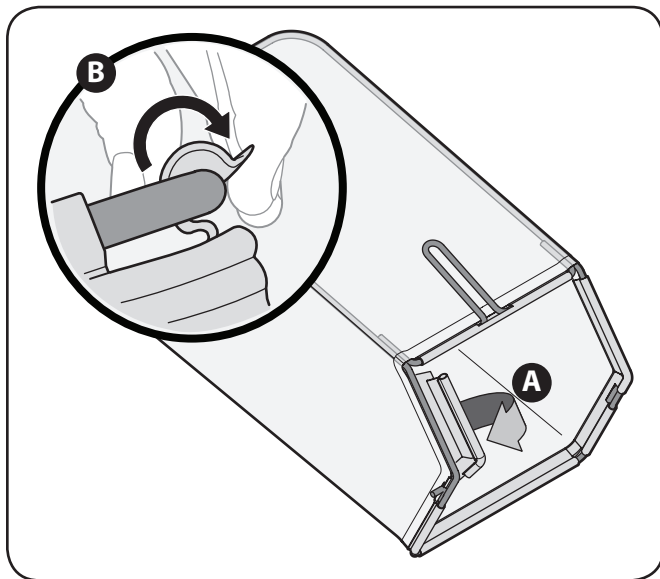

Figure 3-7
- b. Deslice el canal de plástico sobre los ganchos del marco. Vea Figure 3-7.